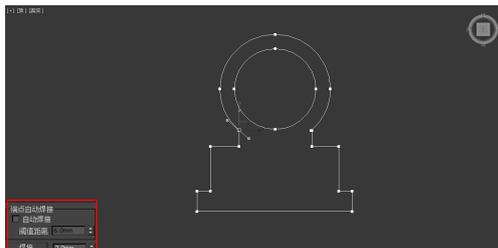

图 3-79 焊接顶点
- 7 将所有的图形附加为一个图形，使用【焊接】工具将 6 个点焊接，如图 3-79 所示。